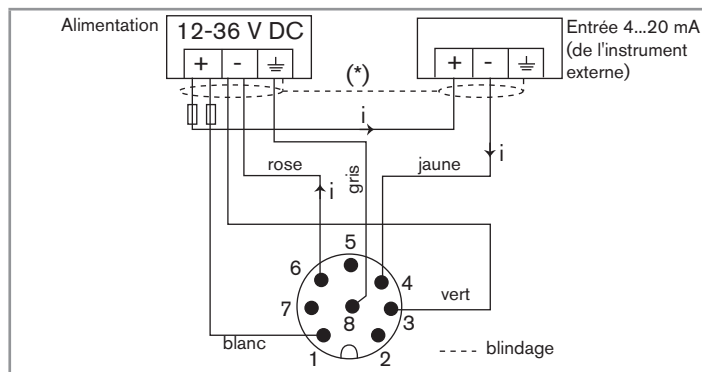
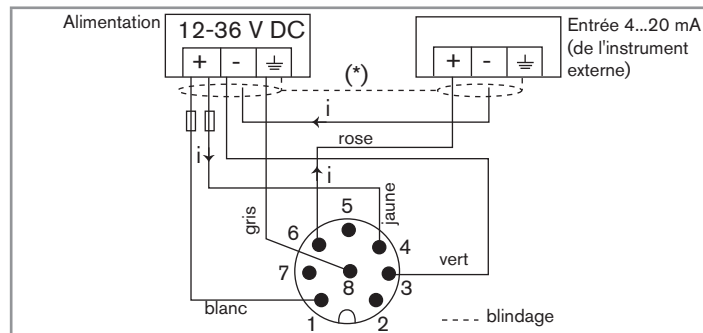

Fig. 26 : Câblage en puits de la sortie courant, sur une version avec embase M12, 8 broches
Fig. 27 : Câblage en source de la sortie courant sur une version avec une embase M12, 8 broches
Se référer aux Fig. 26 et Fig. 27 pour les plans de câblage correspondants.
(1) Installer un limiteur de tension en fonction de la charge choisie, par ex. un connecteur EN175301-803 avec varistor intégré.
(2) Si la sortie courant est utilisée, câbler le connecteur M12, 8 broches, conformément à la Fig. 26 si la sortie courant est raccordée en puits, ou à la Fig. 27 si la sortie courant est raccordée en source.